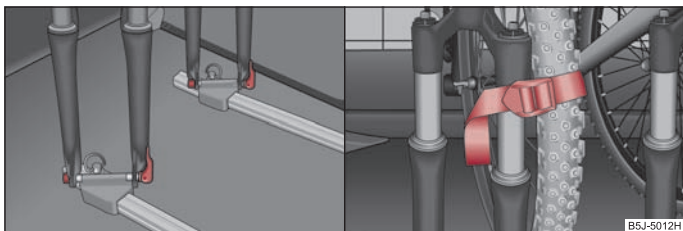

Abb. 71 Fahrrad einsetzen / Befestigung des Vorderrads
- Die Fahrradgabel auf die Befestigungsachse aufsetzen und mit dem Schnellspanner festziehen ⇒ Abb. 71 - links.
- Schieben Sie das herausgenommene Vorderrad am besten zwischen die Kurbel des linken Pedals und den Fahrradrahmen; befestigen Sie es mit einem Gurt an der Vordergabel ⇒ Abb. 71 - rechts, bzw. an einem Befestigungspunkt.